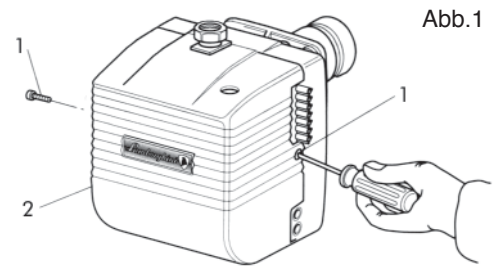

Abb.1
Um Zugang zu den Hauptbestandteilen zu bekommen, braucht nur die Haube abgenommen zu werden, wie in (Abb.1) gezeigt.
- Den Gashahn abdrehen und die Gasrampe des Brenners abnehmen. Die Schrauben 1 lösen und die Haube 2 abnehmen (Abb.1).